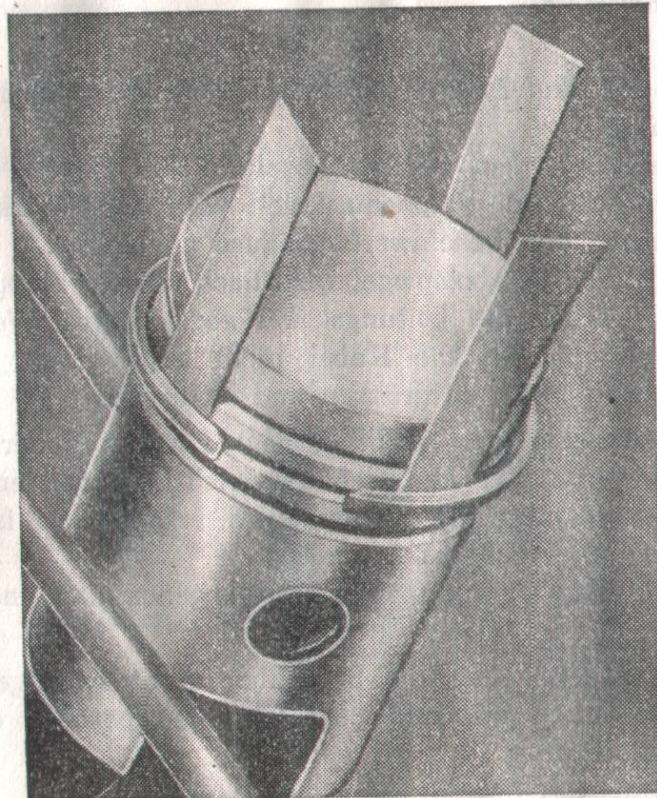

Abb. 25. Montage der Kolbenringe.
- b) Die Kolbenringe werden am vorteilhaftesten unter Anwendung von drei dünnen Blechstreifen abgenommen. Ein Blechstreifen wird in der Mitte und zwei werden an den Enden des Kolbenringes eingeschoben (Abb. 25), worauf der Kolbenring abgezogen wird.
- a) Die Kolbenringe werden nacheinander laut Abb. 25 aufgeschoben.